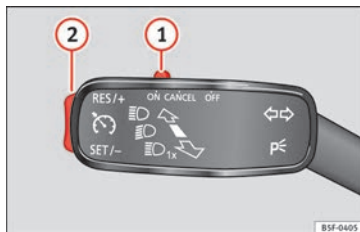

Fig. 152 Levier des clignotants et des feux de route : commande et touche basculante pour régulateur de vitesse.
- Déplacez la commande » fig. 152 ❶ vers la gauche pour la régler sur **ON**.
- Appuyez une fois brièvement sur la partie inférieure de la commande à bascule **SET-** » fig. 152 ❷ lorsque la vitesse à mémoriser est atteinte.
- Appuyez sur la partie supérieure de la commande à bascule **RES+** » fig. 152 ② pour augmenter la vitesse. Tant que vous maintenez enfoncée la commande à bascule, le véhicule accélère. Lorsque vous lâchez la commande à bascule, la nouvelle vitesse est mémorisée.
- Appuyez sur la partie inférieure de la commande à bascule **SET-** » fig. 152 ② pour réduire la vitesse. Le véhicule réduira la vitesse en décélérant automatiquement tant que la touche est enfoncée. Lorsque vous lâchez la commande à bascule, la nouvelle vitesse est mémorisée.
Si vous diminuez la vitesse mémorisée en appuyant sur la pédale de frein, le régulateur se désactive. Vous pouvez réactiver le régulateur en appuyant une seule fois sur la partie supérieure de la commande à bascule **RES+** » fig. 152 ②.
- lorsque la commande ① est poussée dans la direction de **OFF** sans qu'elle ne s'emboîte.
Pour récupérer le régulateur, levez le pied de la pédale de frein ou d'embrayage ou réduisez la vitesse en-dessous de 180 km/h (112 mph) et appuyez une fois sur la partie supérieure de la commande à bascule **RES+** » fig. 152 ②.
Pour **désactiver complètement** le système, déplacez la commande » fig. 152 ① vers la droite jusqu'à la butée (OFF emboîté), ou quand le véhicule est arrêté, en déconnectant l'allumage.